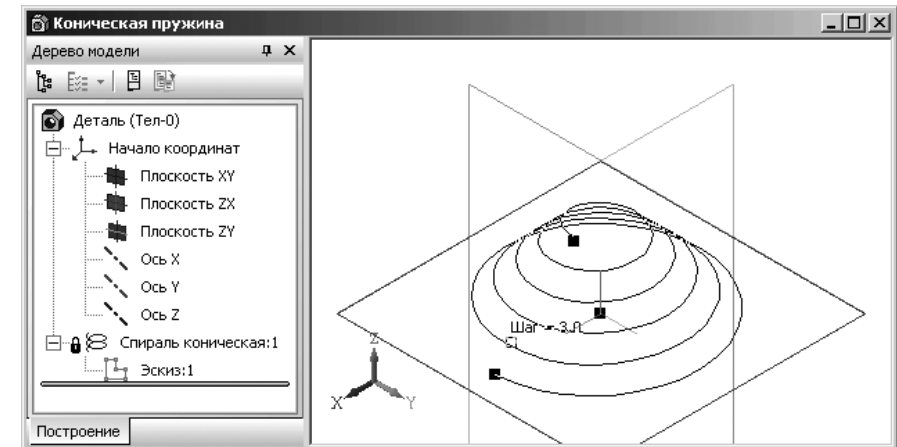

Рис. 3.98. Визуализация характерных точек конической спирали после перемещения характерной точки (шаг спирали)
- не отпуская кнопку, перемещайте указатель мыши вниз (вверх). Вслед за курсором будет перемещаться выбранная характерная точка, значение соответствующего ей параметра будет уменьшаться (увеличиваться). Фантом объекта будет динамически перестраиваться. После того, как нужное значение будет достигнуто, например, **Шаг = 3**, отпустите кнопку мыши. Это состояние системы показано на рис. 3.98.